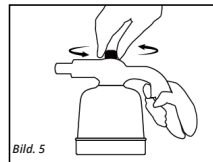

Bild. 5
- Halten Sie zuerst den Brenner an dem vorgesehenen Griff fest, dann drehen Sie das Kontrollflussrad gegen den Uhrzeigersinn, bis Sie hören, dass Gas aus der Düse entweicht. [Bild 5]